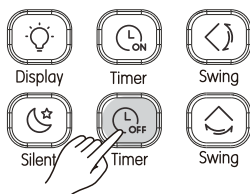

Imagen 3.18
- 1) Pulse  (consulte la Imagen 3.18), y el control remoto mostrará "Timer Off", y se mostrará "0.0H" en área del temporizador. Ajuste ahora el apagado del temporizador;